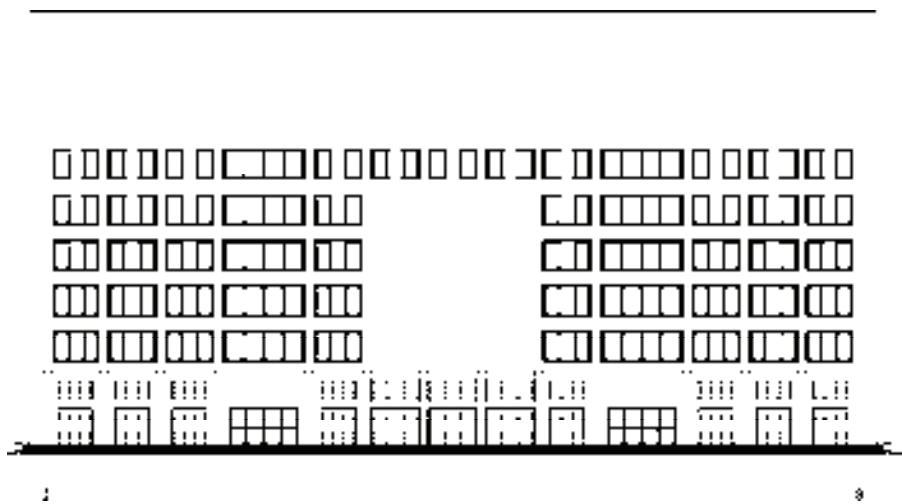

图 15-145 删除立面窗图形
14) 调用“删除”命令，删除立面窗图形，如图 15-145 所示。